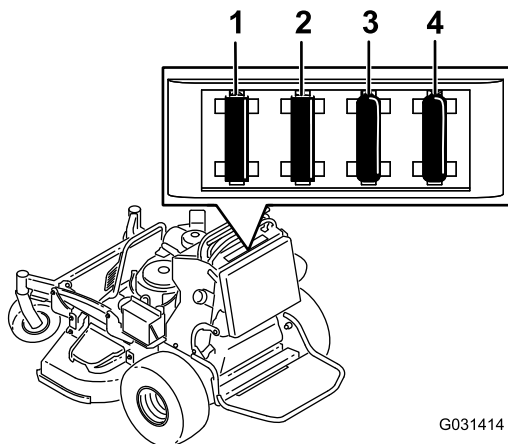

Figure 51
2. Tirez sur le fusible pour le sortir ou le remplacer (Figure 51).
Remarque: Veillez à utiliser un fusible du bon calibre Figure 51.